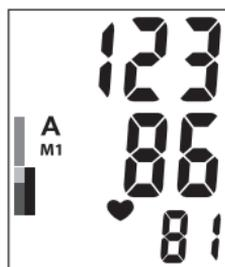
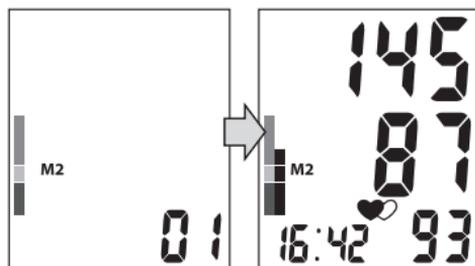

Рис.6
Рис.7
3. Просмотреть содержимое памяти прибора Вы можете, нажав кнопку M1 или M2. При первом нажатии кнопки M1 (или M2) на экране появится среднее значение 3-х последних измерений, сохраненных в память M1 (или M2) (рис. 6). При повторном нажатии кнопки M1 (или M2) на экране появится индикатор выбранной памяти M1 (или M2) и номер ячейки памяти, а через 1 секунду отображается ее содержимое (рис. 7). При отображении содержимого ячейки памяти, дата и время измерения индицируется попеременно в нижней строке дисплея. Каждое нажатие кнопки M1 (или M2) вызывает переход к следующей ячейке памяти.